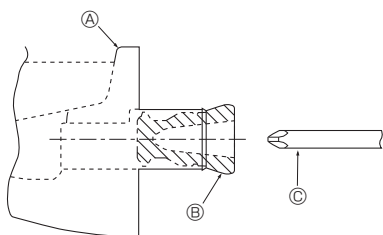

Fig. 5-1
- Για τη σωλήνωση της αριστερής πλευράς, μην παραλείψετε να βάλετε το λασιχένιο βύσμα στο αριστερό στόμιο αποστράγγισης. (Fig. 5-1)